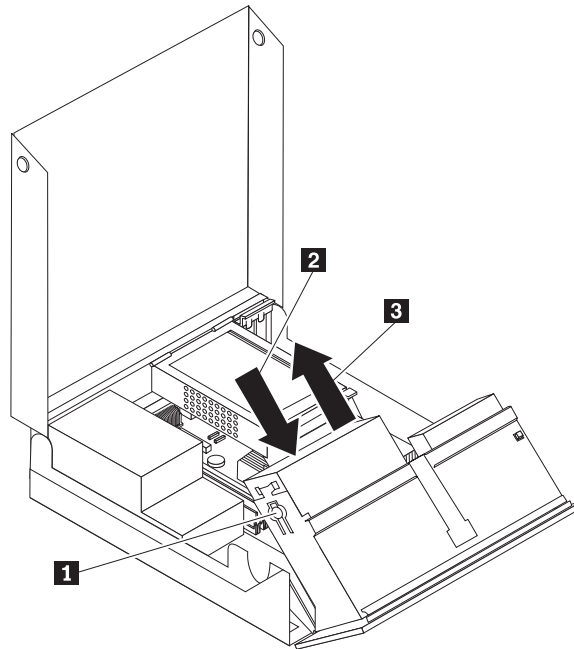

Рисунок 27. Как снять дисковод для оптических дисков
5. Вытащите дисковод **3** из отсека для дисководов. Смотрите рис. 27 на стр. 33.